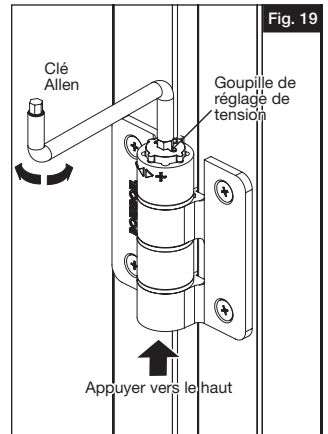

Fig. 19
- Placer la clé Allen fournie dans la tête de réglage de tension dans la charnière. La tête se trouve à l'extrémité la plus proche des symboles + et - sur le barillet de charnière (Fig. 19).
- Tout en tenant la goupille de réglage de tension avec la clé Allen, enfoncer l'extrémité opposée de la goupille dans le barillet de charnière. La tête de la goupille sortira du barillet de charnière (Fig. 19).
- Suivant les indicateurs sur les symboles + et - du barillet de charnière, tourner la goupille vers + pour serrer ou vers - pour desserrer. NE PAS régler de plus d'un quart de tour, sauf si l'on veut désactiver le mécanisme d'auto-fermeture (Fig. 19).